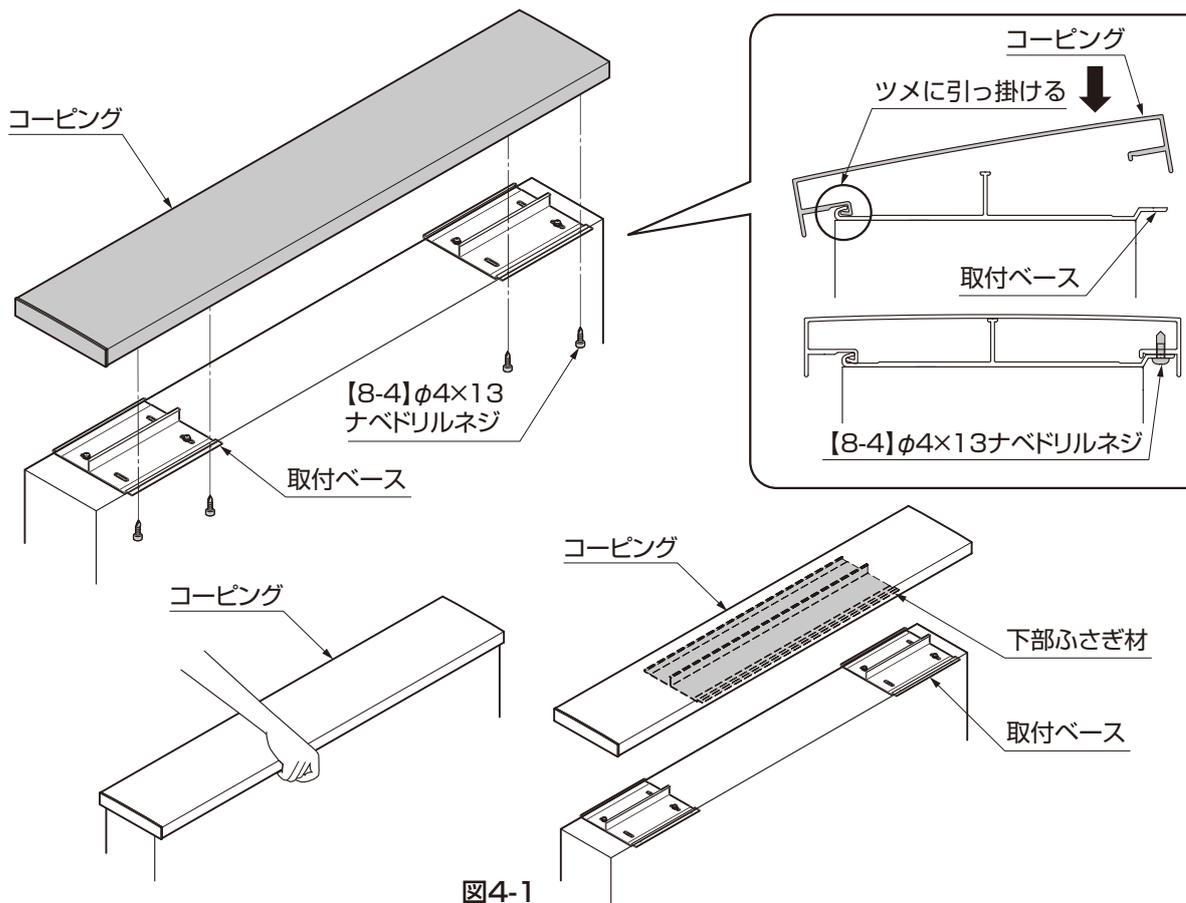

図4-1
- コーピング裏面に人の手がふれる可能性がある場合は、取付ベース端部が露出しないように下部ふさぎ材を取付けて裏面全体をカバーしてください。(図4-1参照)
⑤コーピングを取付ベースの片側のツメに引っ掛け、完全にはめてください。
⑥【8-4】で固定してください。
① コーピングを壁の高さにあわせた寸法に切断してください。